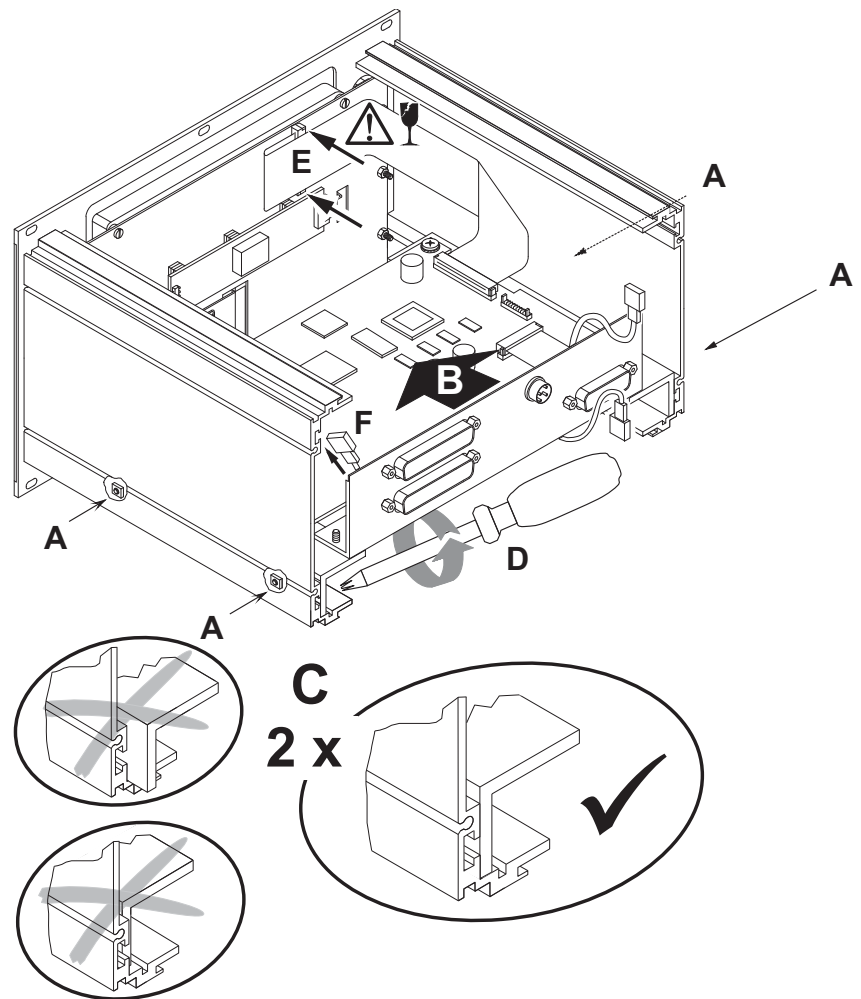

Bild 4-8: Befestigen der Hauptplatine und des Verbindungskabels
11. Wenn alle Vierkantschrauben in den Schienen sind (A), schieben Sie die Platine soweit hinein (B), dass die Winkelprofile genau mit den Kanten der Seitenwände abschließen (C). Die Winkelprofile dürfen nicht überstehen und nicht zu weit hineingeschoben sein (siehe Bild 4-8, C)! Ziehen Sie von unten die Befestigungsschrauben am Winkelprofil fest (D). Stecken Sie den Steckverbinder des Verbindungskabel wieder auf der Display-Platine auf (E). Stecken Sie vorsichtig den Schuh des Erdungskabels auf die Lasche an der linken Seitenwand (F). Achten Sie darauf, das Kabel und den Steckverbinder nicht zu beschädigen! (Bild 4-8)